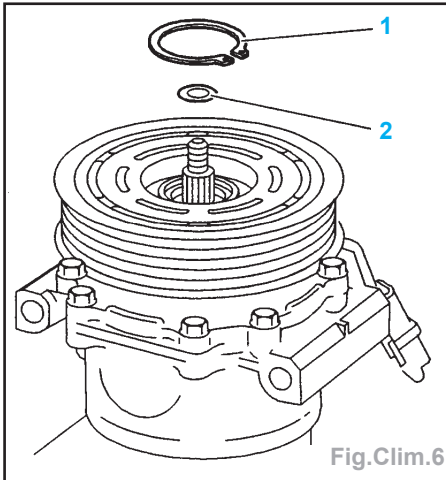

Fig.Clim.6
- le circlips (1) (Fig.Clim.6),
- les rondelles de réglage (2).